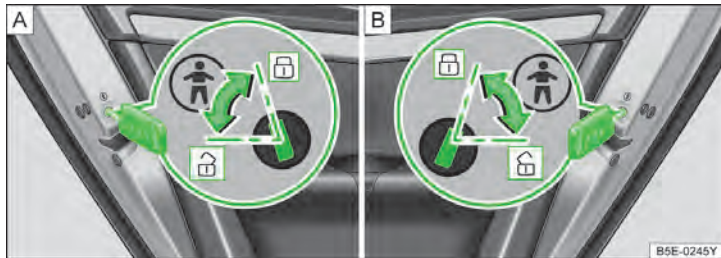

图 42 儿童安全门锁
- 将钥匙插入如图所示位置并沿箭头方向转动到位置 **6**» 图 42, 儿童安全门锁开启。车门只能从车外打开, 无法用车门内开板手从车内打开车门。
- 沿相反的方向转动钥匙到位置 **6**» 图 42, 儿童安全门锁关闭。车门既能从车内打开又能从车外打开。